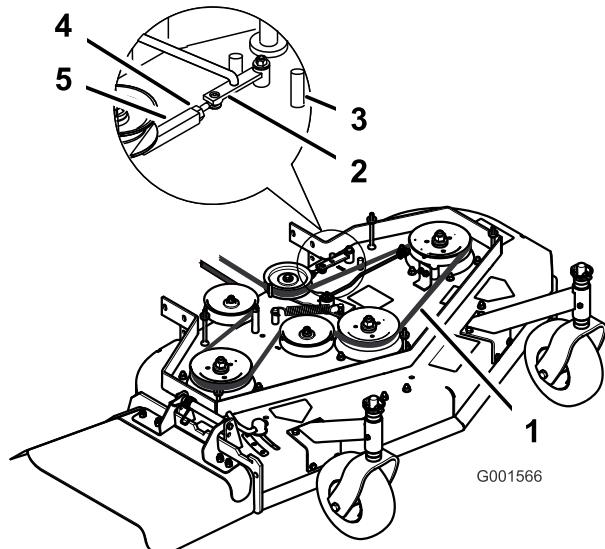

Figure 48
- Desserrez le contre écrou sur le tendeur (Figure 48).
- Tournez le tendeur vers l'arrière du plateau de coupe pour augmenter la tension sur la courroie. Tournez le tendeur vers l'avant du plateau de coupe pour réduire la tension sur la courroie (Figure 48).